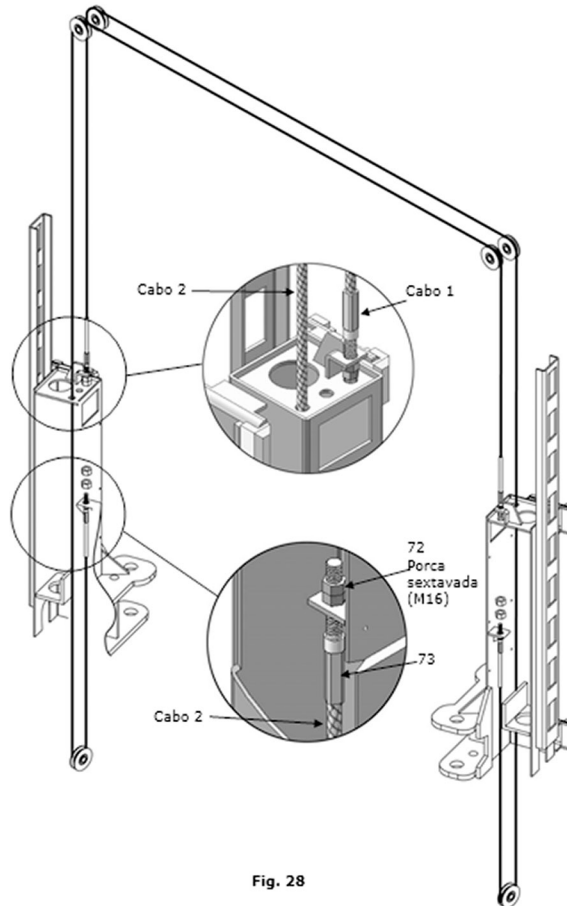

Fig. 28
2.2 Conexão de cabo para configuração alta (Veja a Fig. 28).